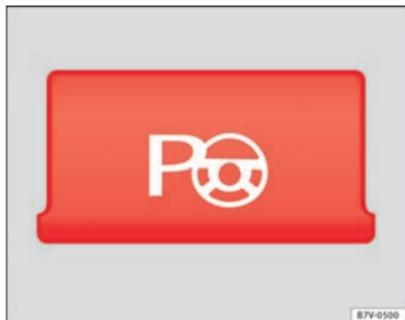

Abb. 146 Ansicht der Mittelkonsole: Taste zum manuellen Einschalten des Parklenkassistenten.
- **Bei Parklücken parallel zur Fahrbahn:** Taste bei einer Geschwindigkeit bis 50 km/h (31 mph) **einmal** drücken. In der Taste leuchtet eine Kontrollleuchte, wenn die Funktion eingeschaltet ist ⇒ Abb. 146.
- **Bei Parklücken quer zur Fahrbahn:** Taste bei einer Geschwindigkeit bis 50 km/h (31 mph) **zweimal** drücken. In der Taste leuchtet eine Kontrollleuchte, wenn die Funktion eingeschaltet ist ⇒ Abb. 146.
- Drücken Sie die Taste . In der Taste leuchtet eine Kontrollleuchte, wenn die Funktion eingeschaltet ist → Abb. 146.